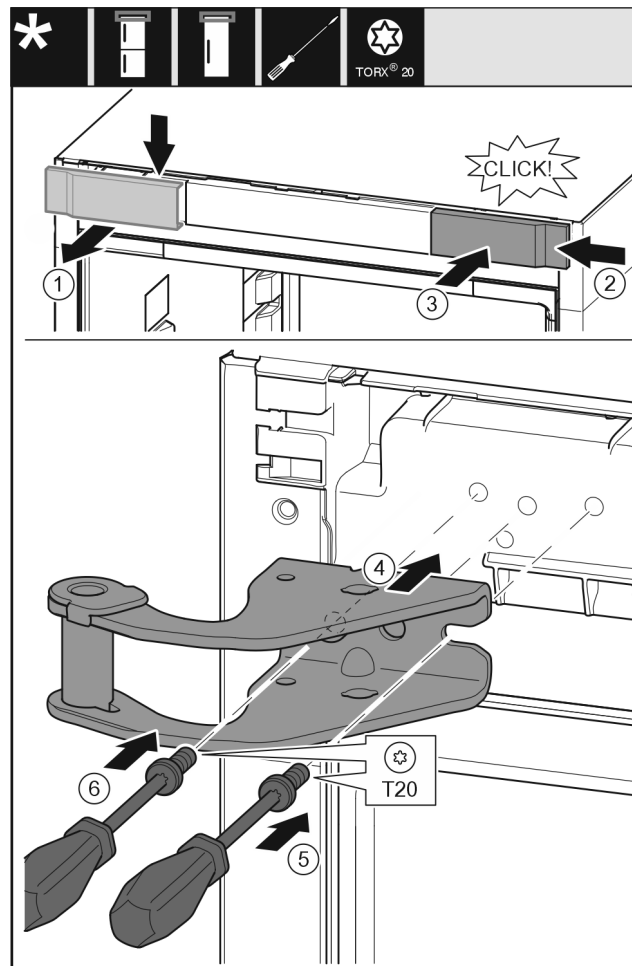

Fig. 9
- ▶ Odoberte kryt zhora dopredu. Fig. 9 (1)
- ▶ Kryt zaveste na druhú stranu sprava otočený o 180°. Fig. 9 (2)
- ▶ Kryt zaklapnite. Fig. 9 (3)
- ▶ Nasadte hornú ložiskovú konzolu. Fig. 9 (4)
- ▶ Skrutku nasadte a pevne zaskrutkujte skrutkovačom T20. Fig. 9 (5)
- ▶ Skrutku vložte a pevne zaskrutkujte skrutkovačom T20. *Fig. 9 (6)*